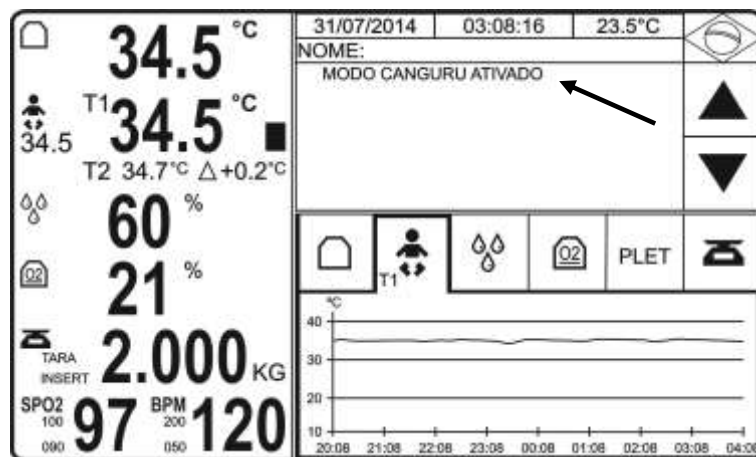

Figura 179 – Modo Canguru Ativado
- A partir da seleção dessa opção incubadora vai entrar no Modo Canguru, durante este processo o display exibirá a mensagem “MODO CANGURU ATIVADO”, conforme figura 179.